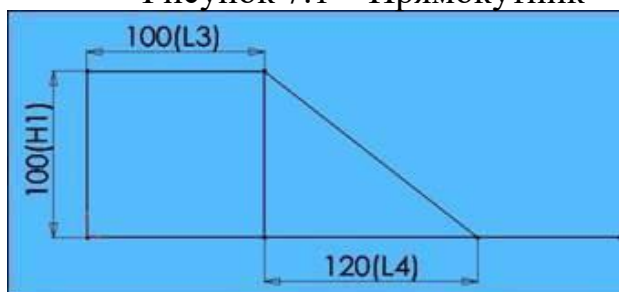

Рисунок 7.2 – Ескіз фронтальної частини
4. Натисніть на ліву кнопку миші і, переміщуючи покажчик вертикально вгору, намалуйте багатокутник, поруч з покажчиком відобразиться радіус вписаного кола і кут, який повинен бути рівний 90° . Відпустіть ліву кнопку миші (рис. 7.2).